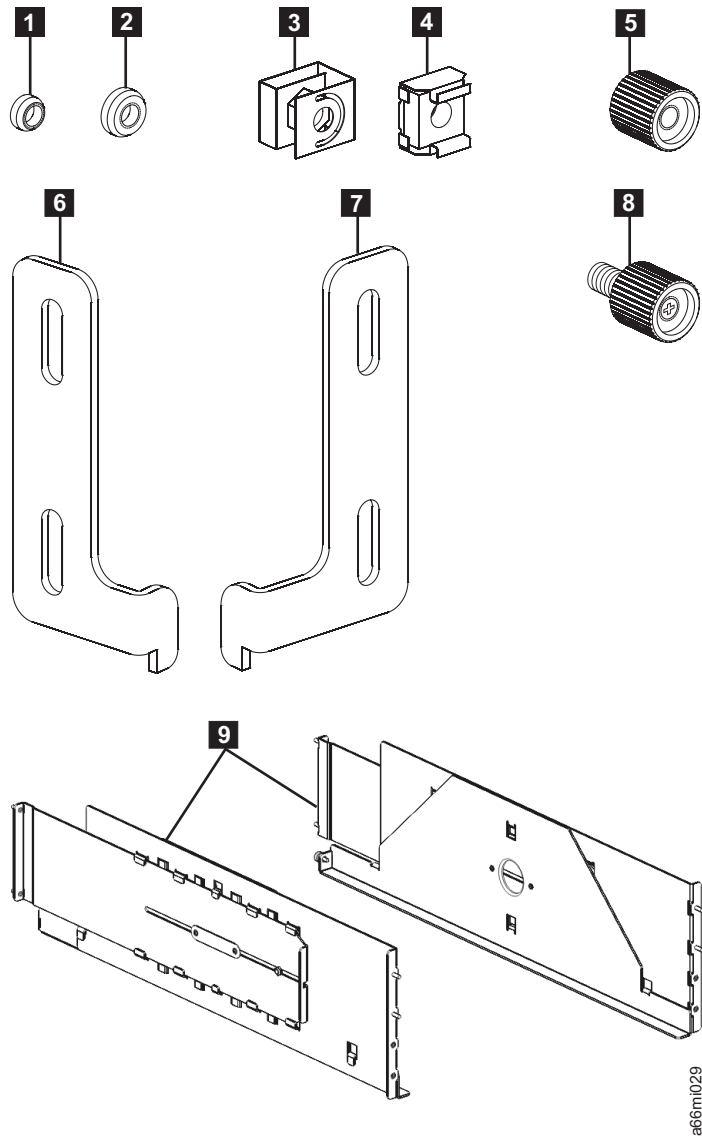

Abbildung 3-3. Teile des Rackeinbausatzes (Teile sind nicht maßstabsgetreu abgebildet)
16	Zentriermuttern: <ul style="list-style-type: none"> • 8 für Racks mit runden Löchern (1 in Abb. 3-3) • 8 für Racks mit quadratischen Löchern (2 in Abb. 3-3)
8	Schwarze Rändelmuttern (5 in Abb. 3-3)
2	Rack-Winkelhalterungen (6 und 7 in Abb. 3-3)
4	Schrauben für Rack-Winkelhalterungen (8 in Abb. 3-3)
2	Schienen (9 in Abb. 3-3)
8	Klemm- oder Käfigmuttern: <ul style="list-style-type: none"> • 4 Klemm-Muttern für Racks mit runden Löchern (3 in Abb. 3-3 auf Seite 3-6) • 4 Käfigmuttern für Racks mit quadratischen Löchern (4 in Abb. 3-3 auf Seite 3-6)
2	Rack-Winkelhalterungen (6 und 7 in Abb. 3-3 auf Seite 3-6)
4	Schrauben für Rack-Winkelhalterungen (8 in Abb. 3-3 auf Seite 3-6)
Die Schienen (**9** in Abb. 3-3 auf Seite 3-6) des Rackeinbausatzes haben einen vertikalen Platzbedarf von fünf EIA-Einheiten und werden in den untersten fünf EIA-Einheiten der für das Kassettenarchiv im Rack ausgewählten Position installiert.
3. Installieren Sie bei einem 14U-Kassettenarchiv Klemm-Muttern (**3** in Abb. 3-3 auf Seite 3-6) für vertikale Rackschienen mit runden Löchern oder Käfigmutter (**4** in Abb. 3-3 auf Seite 3-6) für vertikale Rackschienen mit quadratischen Löchern in den folgenden Position in die vorderen Rackschienen:
1. Schieben Sie die Schiene (**9** in Abb. 3-3 auf Seite 3-6) zusammen.
- Benutzen Sie die Zentriermuttern für runde Löcher (**1** in Abb. 3-3 auf Seite 3-6) für vertikale Rackschienen mit runden Löchern.
- Benutzen Sie die Zentriermuttern für quadratische Löcher (**2** in Abb. 3-3 auf Seite 3-6) für vertikale Rackschienen mit quadratischen Löchern.
- b. Setzen Sie eine Rändelmutter (**5** in Abb. 3-3 auf Seite 3-6) auf die einzelnen Bolzen, und ziehen Sie die Muttern an.
- c. Setzen Sie die Schrauben (**8** in Abb. 3-3 auf Seite 3-6) in die Schlitze an der rechten Rack-Winkelhalterung (**7** in Abb. 3-3 auf Seite 3-6) ein, und ziehen Sie sie an.